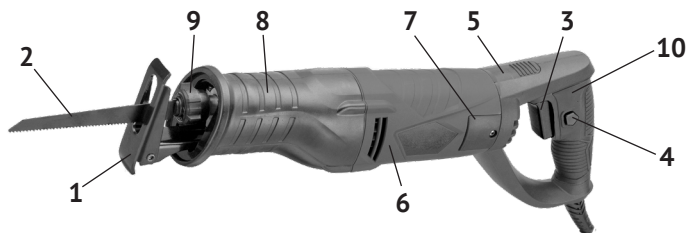

рис. 1
1.6 Общий вид пилы представлен на рис.1
1.7 Однофазный коллекторный двигатель расположен в пластиковом корпусе (рис.1 поз.6.), выполненном из двух половин (правой и левой). К его передней части крепится корпус редуктора с приводным механизмом, закрытый кожухом (рис.1 поз.8). К задней части корпуса двигателя крепится рукоятка управления (рис.1 поз.10), с возможностью поворота вправо/влево. Крутящий момент с якоря электродвигателя, преобразуется в редукторе кривошипно-шатунным механизмом в возвратно-поступательное движение штока. На стволе штока расположен быстрозажимной самофиксирующийся патрон (рис.1 поз.9), в который крепится пильное полотно (рис.1 поз.2). Рабочим инструментом пилы являются пильные полотна с универсальным хвостовиком 1/2".
1.8 Клавиша выключателя (рис.1 поз.3) расположена в передней части рукоятки. Включение пилы осуществляется нажатием на клавишу выключателя указательным пальцем. Фиксация клавиши в рабочем положении, осуществляется кнопкой (рис.1 поз.4), расположенной слева на рукоятке. При повторном нажатии на клавишу, кнопка фиксации и клавиша (со щелчком) возвращается в исходное положение - выключено.
Силой, приложенной к клавише выключателя, регулируется скорость хода пильного полотна. При фиксации клавиши выключателя в рабочем положении кнопкой (рис.1 поз.4) - скорость хода пильного полотна максимальная.
1.9 В передней части пилы на корпусе редуктора закреплён кожух (рис.1 поз.8), выполненный из материала, гасящего вибрацию. Эргономичная форма кожуха позволяет оператору удобно удерживать при работе пилу второй рукой.
- ослабить шестигранным ключом (входит в комплект поставки) два винта в нижней части кожуха (рис.1 поз.8);